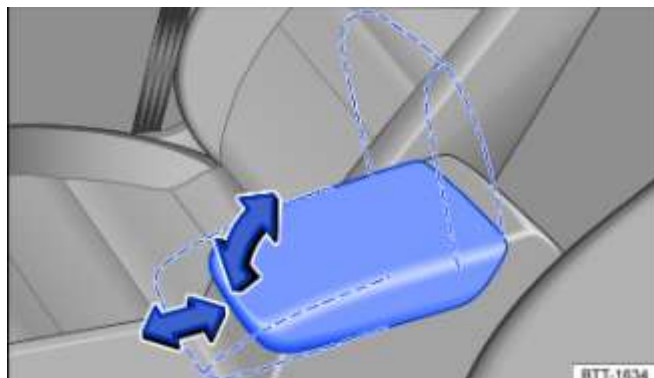

Fig. 79 Accoudoir central avant
- Pour le soulever, tirez l'accoudoir central avant vers le haut et par cran, dans le sens de la flèche → Fig. 79.
- Pour régler en longueur l'accoudoir central avant, faites-le glisser à fond dans le sens de la flèche, vers l'avant → Fig. 79 ou vers l'arrière.